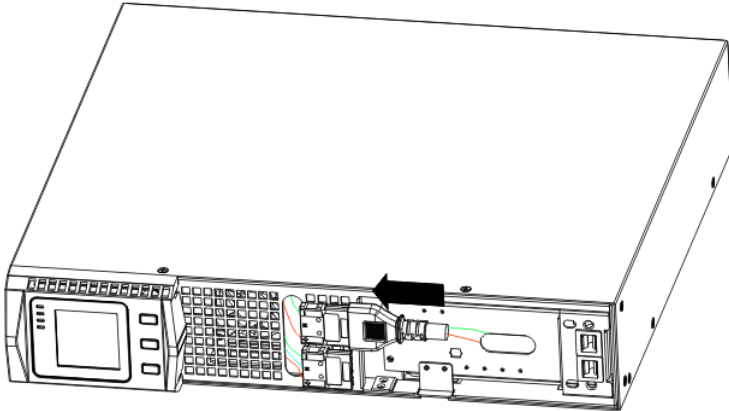

Abb. 7 Anschluss der internen USV-Akkus
2. Verbinden des internen Akkuanschlusses (siehe Abb. 7)